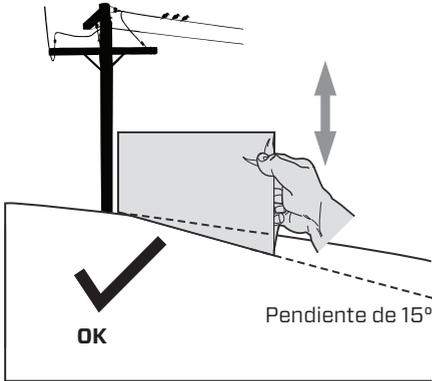

Figura 1
3. Alinee cualquier lado del indicador de pendiente con el objeto (consulte la Figura 1 y la Figura 2).
4. Ajuste el medidor hacia arriba o hacia abajo hasta que la esquina izquierda toque la pendiente (consulte la Figura 1 y la Figura 2).